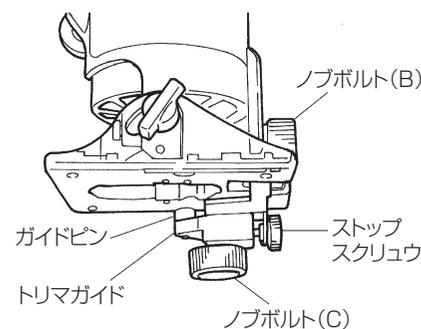

図 12
- (1) トリマガイドをノブボルト(B)によりベースに取付けます。(図12)
- (2) トリマガイドの上下調節はノブボルト(B)をゆるめて移動します。
- (3) ガイドピンの調整はノブボルト(C)をゆるめ、ストップスクリューを回転させて行います。(図12)